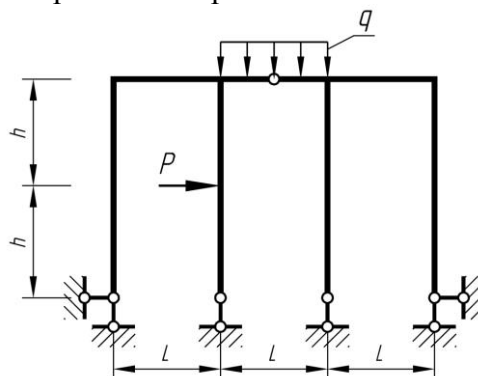

Рис.4
**Задание:** Для рамы изображенной на рис.4 требуется: